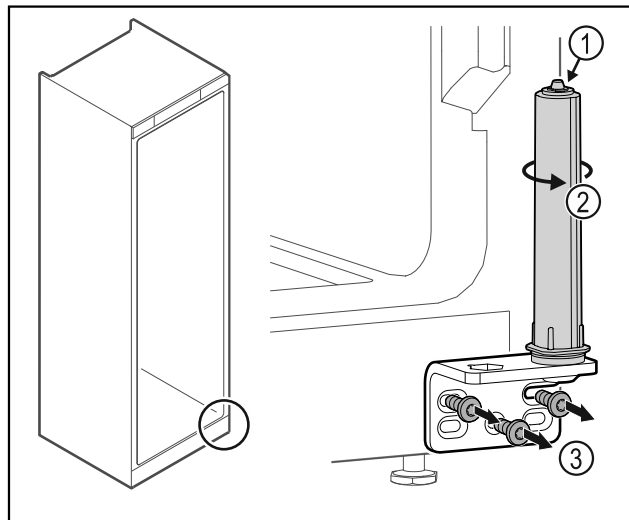

Fig. 32
- ▶ Nerozebírejte uzavírací systém dvířek Fig. 32 (1).
- ▶ Otáčejte uzavíracím systémem Fig. 32 (2), dokud nezacvakne.
- ▶ Odšroubujte úhelník závěsu Fig. 32 (3).